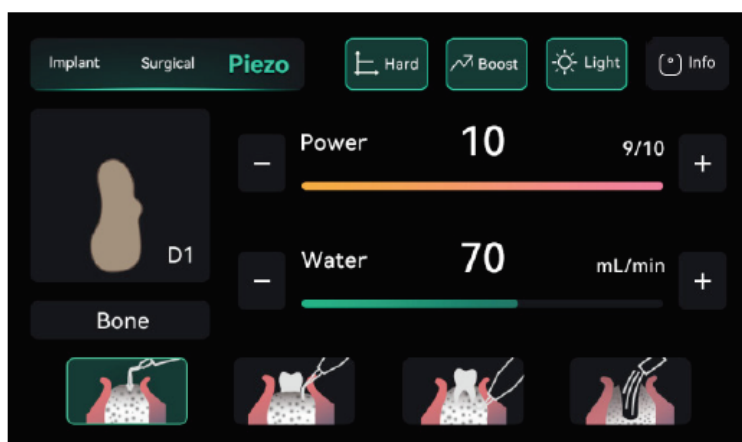

Рис.7
Как показано на Рис.7, при выборе режима «Bone» в зеленой рамке устройство находится в режиме резки кости.
Как показано на Рис.7–11, пьезосистема включает следующие функции: Bone, Perio, Endo и Rinsing.
7.1.2.1 Функция Bone (Рис.7)